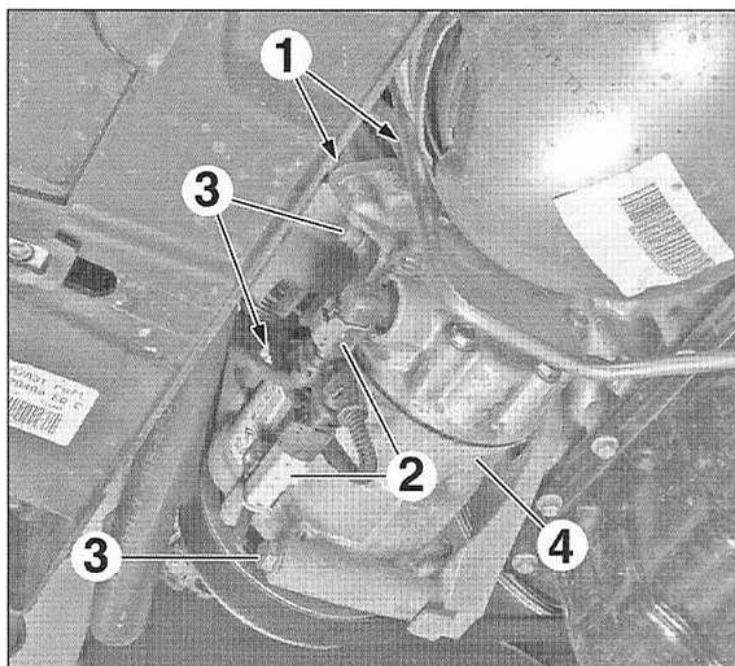

FIG.27
- Déposer les écrous (1) et désaccoupler les raccords de canalisations (Fig.27).
- Débrancher les connecteurs (2).
- les vis (3),
- le compresseur (4).